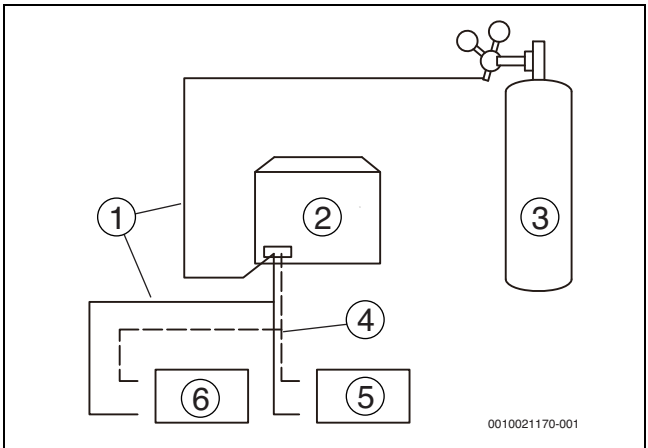

Fig. 142
4. Utiliser des bouchons pour obstruer toutes les ouvertures du côté liquide (ou gaz), à l'exception de l'ouverture située au niveau de l'unité intérieure la plus éloignée des unités extérieures («Unité intérieure A» dans la figure 142).